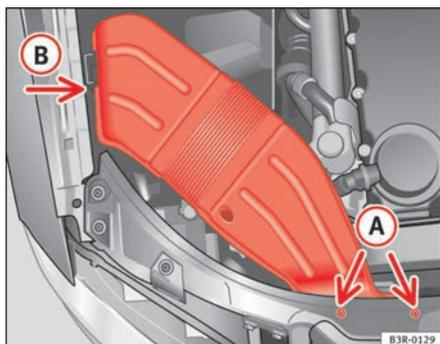

Fig. 187 Condutas de ventilação no lado direito do veículo
- Desenrosque os parafusos (A) ⇒ fig. 187.
- Separe as condutas de ventilação da guia (B) e extraia-as. ■